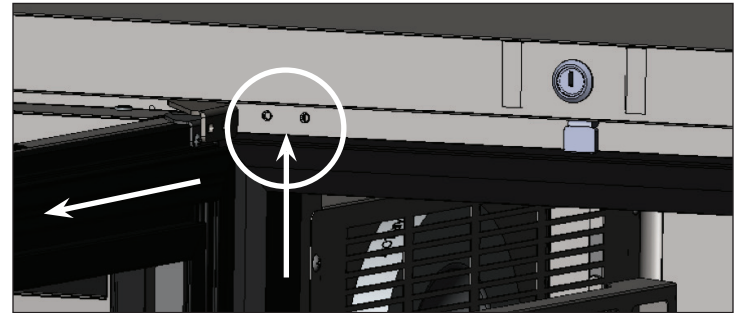

Abb. 2. Oberes Scharnier vom Gerät entfernen
2. Nachdem die Schrauben entfernt wurden, den Winkel auf die Tür klappen. Die Tür oben nach außen kippen, um etwas Abstand zur Arbeitsplatte herzustellen. Die Tür nach oben aus dem oberen Scharnierwinkel heben. Siehe Abb. 2.